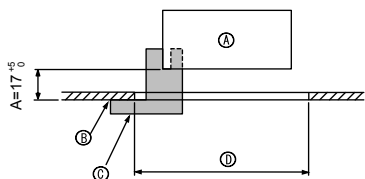
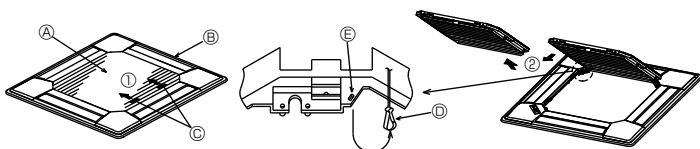

Fig. 5-2
Fig. 5-3
①	Dimensões da grelha	1	950 × 950 (mm)
②	Parafuso com anilha fixa	4	M5 × 0,8 × 25
③	Manómetro	1	(Dividido em quatro partes)
④	Fecho	3
⑤	Parafuso	4	4 × 8
⑥	Parafuso	1	4 × 12
⑦	Pannel de canto i-see sensor	1	para PLP-6BAE
5.2. Preparar a fixação da grelha (Fig. 5-2)
- Utilizando o manómetro ③ fornecido com este kit, ajuste e verifique a posição da unidade em relação ao tecto. Se a unidade não estiver adequadamente posicionada em relação ao tecto, poderá permitir a existência de fugas de ar ou provocar a acumulação de condensação.
- Ⓒ Manómetro ③ (inserido na unidade)
5.2.1. Remoção da grelha de admissão (Fig. 5-3)
- Deslize as alavancas na direcção indicada pela seta ① para abrir a grelha de admissão.
- Com a grelha de admissão na posição "aberta", retire a dobradiça da grelha de admissão da grelha tal como indicado pela seta ②.
[Fig.5-3, 5-4]